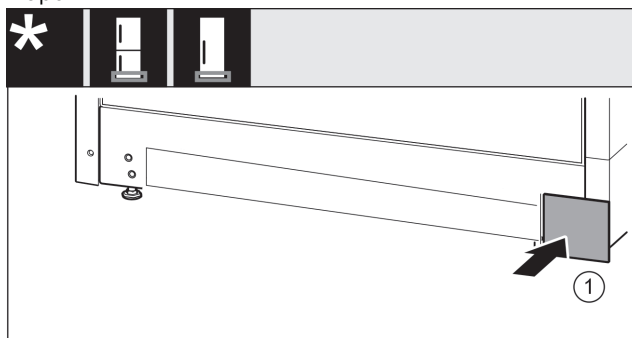

Fig. 50
- Așezați capacul Fig. 50 (1) din nou pe cealaltă parte.